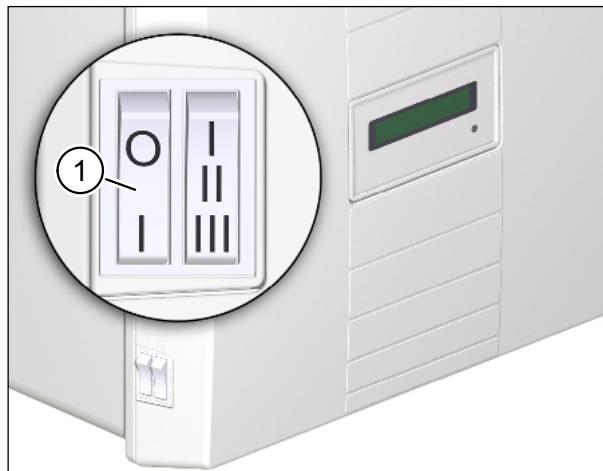

Abb. 2: Lüftungsgerät am Netzschalter ausschalten
- ▶ Schalten Sie das Lüftungsgerät am Netzschalter (Pos. 1 in Abb. 2) aus.
- ▶ Schalten Sie das Lüftungsgerät am Netzschalter ein (Pos. 1 in Abb. 2 auf Seite 10).